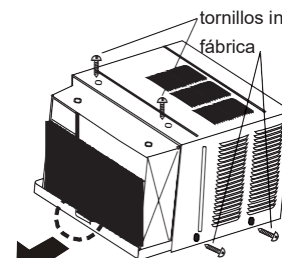

Figura 5
7. Quite los tornillos instalados de fábrica de la parte superior de la unidad y también los que están en el costado cerca de la base, si hubiera (consulte la Figura 5).